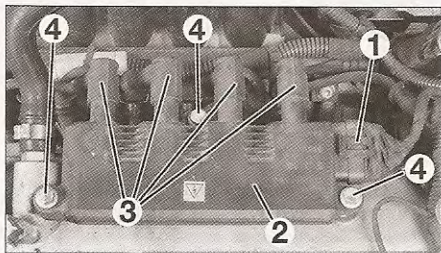

FIG. 15
- el conector (1) de las bobinas (2) (fig. 15).
- los cables de alta tensión (3).
- Desmontar los tornillos de fijación (4) de las bobinas.